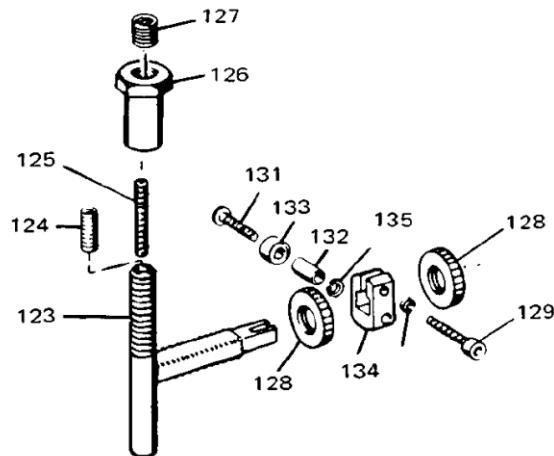

图 3-1. 高速调节分解图
3. 先放置高速调节定位螺钉（125，图 3-1），使上端与 T 形速度设置螺钉（123）上端齐平。
- b. 如果在控制气压调整到所需最大值之前达到所需的高速，朝速度设置汽缸移动滚珠轴承枢轴支架（支点）(134, 图 3-1)，以减小与控制气压范围相关的调速器速度范围。
- c. 顺时针旋转速度调节螺钉 123 中的高速调节固定螺钉 (125，图 3-1)，直到刚接触高速止动销。如果固定螺钉旋转太多，原动机转速就会降低。